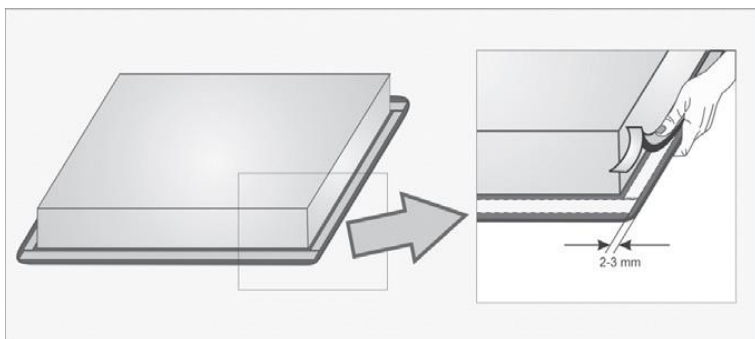

Рис. 3 Наклеивание уплотнителя
- наклейте уплотнитель (входит в комплект) на тыльную сторону стеклокерамической поверхности ровно по контуру панели (Рис. 3);